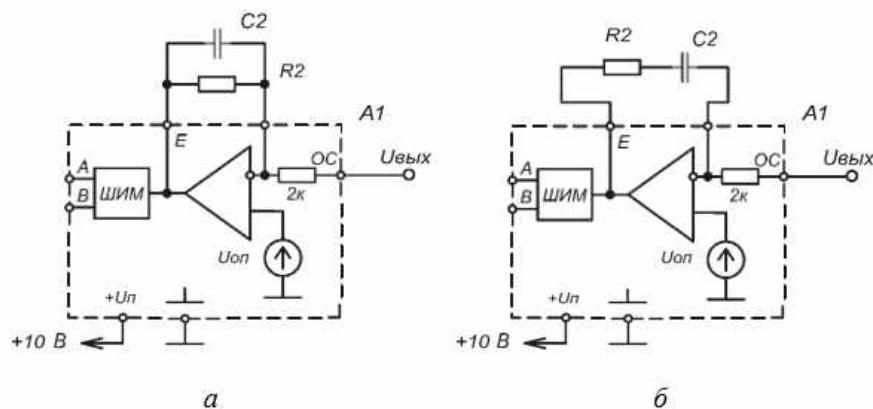

Рис. 5.2
3.5. Установите последовательно с резистором $R2=10\text{кОм}$, конденсатор $C2=0.5\text{мкФ}$. Снимите зависимость $U_{\text{н}} = f(U_{\text{вх}})$. (см. рис.5.2б)
3.6. Уберите последовательный конденсатор $C2$ и включите его параллельно резистору $R2$. Снимите осциллограммы i_L и $U_{\text{н}}$ (осциллограмму тока дросселя снять качественно, по огибающим линиям). (см. рис.5.2а) 3.7. Для снятия динамических характеристик включите последователь-но с источником питания коммутатор согласно схеме рис.5.3.